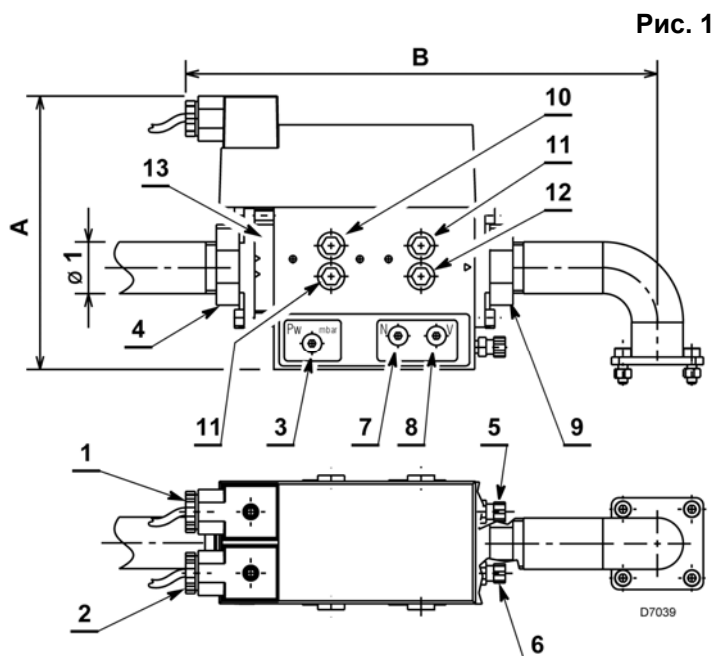

Рис. 1
- Снимите с фланца (4, рис. 1) защитную заглушку и присоедините трубопровод подачи газа.
Выполняйте настройку реле минимального давления газа (3, рис. 1) после выполнения всех прочих настроек горелки, сначала установите реле давления на начало шкалы.